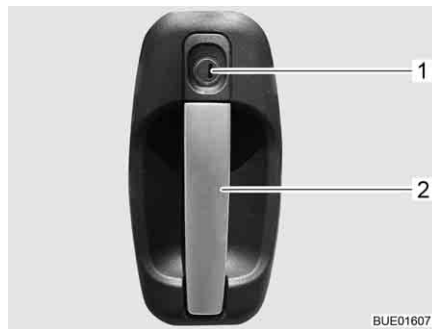

Bild 48 Dörrlås ingångsdörr, utsida
- Stick in nyckeln i låscylindern (Bild 48,1) och vrid den ända tills dörrlåset har låsts upp.
- Drag i dörrhandtaget (Bild 48,2). Dörren är öppen.
- Stick in nyckeln i låscylindern (Bild 48,1) och vrid den ända tills dörrlåset har låsts.